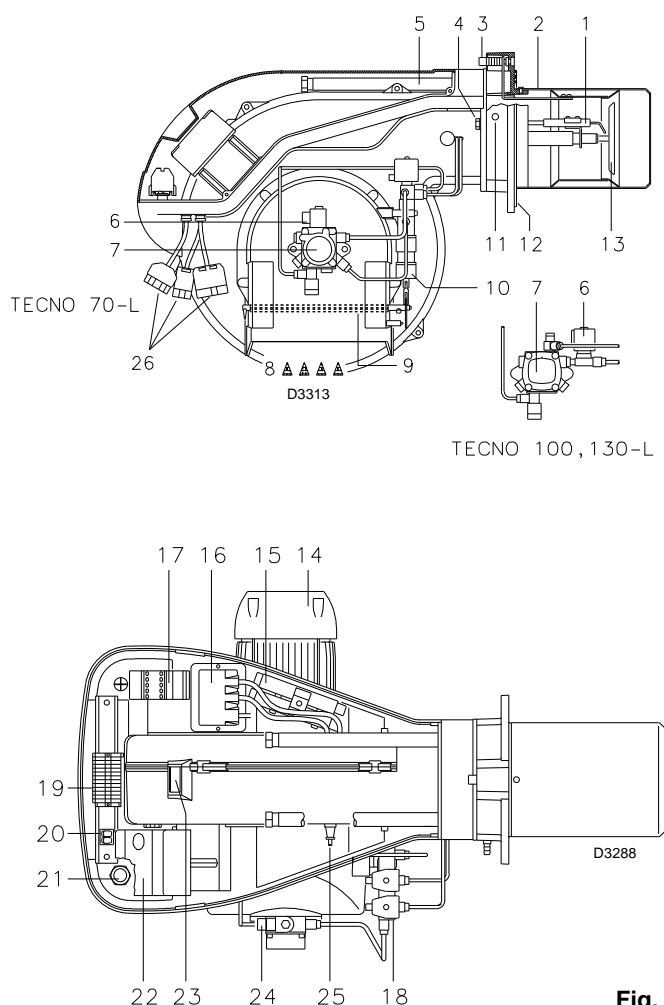

Fig. 2
- 2 - Prolongadores 15) (Fig. 2) para guías 5) (Fig. 2) (solo en modelos con cabezal de 385 mm)
3.3 Descripción del quemador (Fig. 2)
Bloqueo caja control: la iluminación del pulsador (led rojo) de la caja 22) (Fig. 2) indica que el quemador está bloqueado. Para desbloquear, oprimir el pulsador durante un tiempo comprendido entre 1 y 3 segundos.
Bloqueo motor: para desbloquear, oprimir el pulsador del relé térmico 17) (Fig. 2)